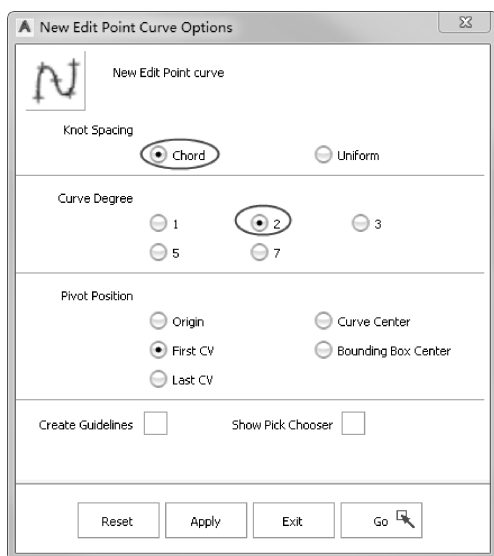

图 4-105 设置编辑点曲线参数
- 34 双击【New Edit Point curve】图标，打开新建编辑点曲线选项对话框，将【Curve Degree】设为 2，单击对话框下方的【Go】按钮，如图 4-105 所示。